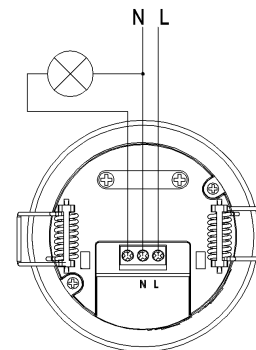

Рис.3
- Несоответствие параметрам питающей сети, а также типу, мощности и схеме подключаемой нагрузки (см. таблицу «Технические характеристики» и электрическую схему подключения рис. 3), может привести к выходу датчика из строя и лишению гарантии.
- Ослабьте винты на клеммах, а затем подключите нагрузку (светильники) к клеммам датчика согласно электрической схеме рис. 3